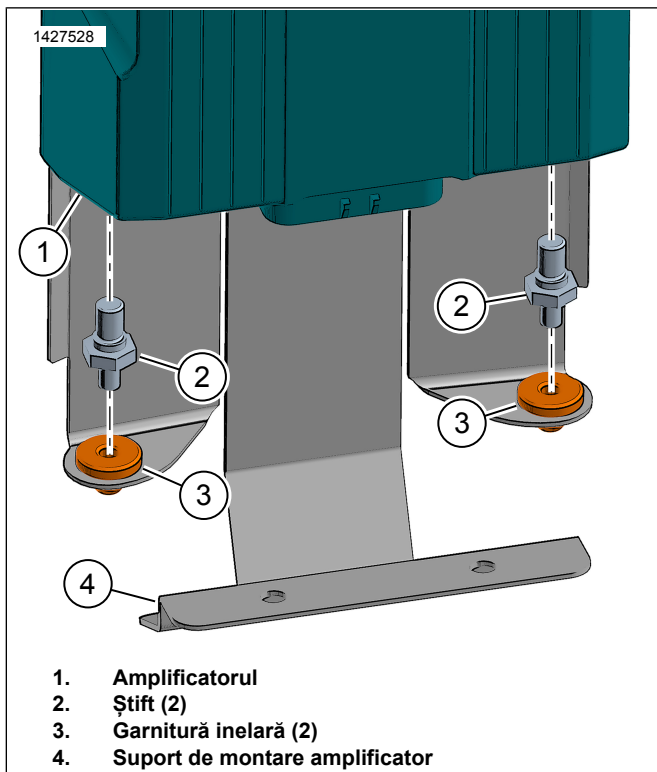
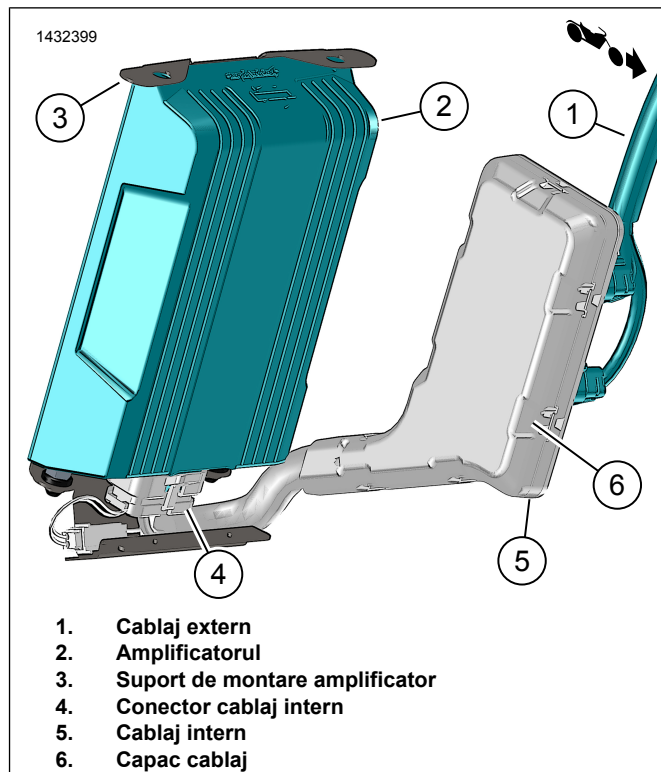

Figura 12. Știft amplificator
Figura 14. Ansamblu amplificator desagă dreapta
4. A se vedea figura 12. Montați garnitura inelară (3) în suportul de montare amplificator (4).
5. Montați știftul (2) în amplificator (1). Strângeți. Cuplu: 9–12 N·m (80–106 in-lbs) *Știft amplificator*
6. A se vedea figura 14. Conectați conectorul cablajului intern (4) la amplificator (2).
10. A se vedea figura 14. Montați capacul cablajului (6).